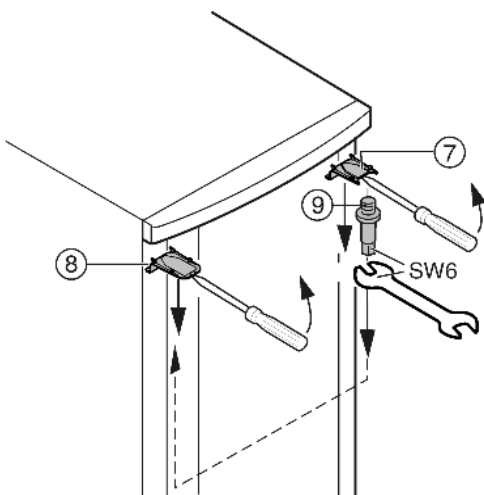

Fig. 7
- ▶ Faire décliqueter le cache Fig. 7 (7) en haut et le cache Fig. 7 (8) avec un tournevis devant et l'enlever diagonalement vers le bas.
- ▶ Dévisser le pivot d'appui Fig. 7 (9) et le visser du côté opposé (avec 4 Nm).
- ▶ Remonter le cache Fig. 7 (7) du côté du pivot d'appui : l'insérer par l'arrière et l'encliqueter sur l'avant.
- ▶ Monter le cache Fig. 7 (8) sur le côté opposé: l'insérer par l'arrière et l'encliqueter sur l'avant.
- ▶ Accrocher la porte dans le pivot d'appui Fig. 7 (9) supérieur.